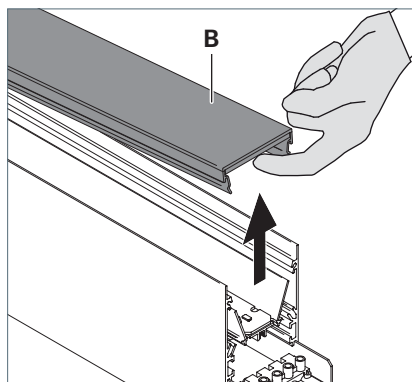

Fig. 12: Retirer le diffuseur.
- Retirez le diffuseur **B** du côté de la sortie de lumière directe, voir Fig. 12.